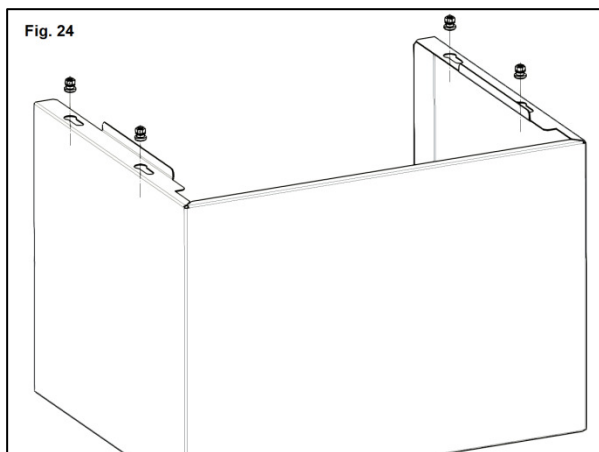

Fig. 24
17. Se monteaza carcasa de mascare, prin pozitionarea sectiunii rotunde a gaurilor alungite, de pe zona superioara, in dreptul suruburilor de prindere de pe peretii laterali ai centralei si ridicarea acestuia pana cand capurile suruburilor patrund prin acestea, urmat de impingerea spre perete a capacului, pana se realizeaza alinierea cu fata unitatii (Fig. 24).